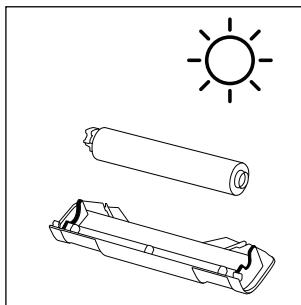

Fig. 37
- ◆ Laissez le rouleau brosse **6** et la protection antiprojections **7** sécher entièrement avant de les placer dans l'appareil (voir fig. 37).